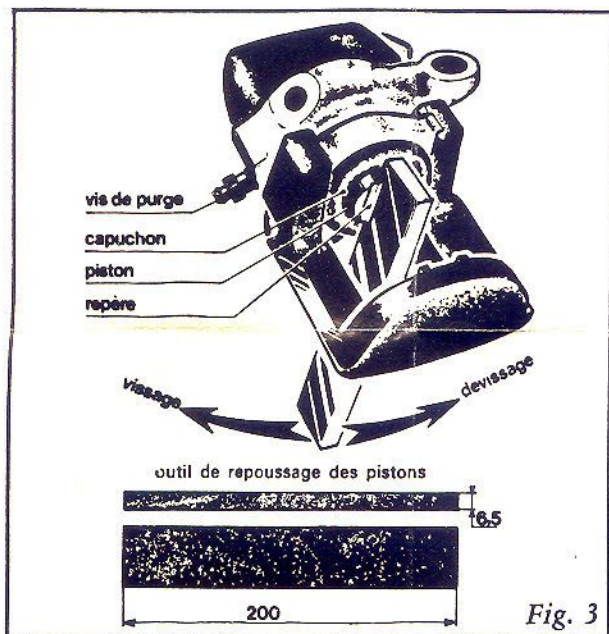

Fig. 3
- Dévisser le piston comme indiqué sur la figure 3. Quand le piston tourne fou, appliquer progressivement dans le cylindre, de l'air comprimé en prenant soin de ne pas éjecter brutalement le piston. Toute trace de choc sur la jupe du piston le rend inutilisable.
- Finir d'enfoncer le piston en le vissant à l'aide de l'outil de repoussage (fig. 3) jusqu'à ce que le piston tourne mais ne s'enfonce plus.
- Orienter le piston comme indiqué sur la figure 3. Le fraisage de repère doit être orienté côté vis de purge.